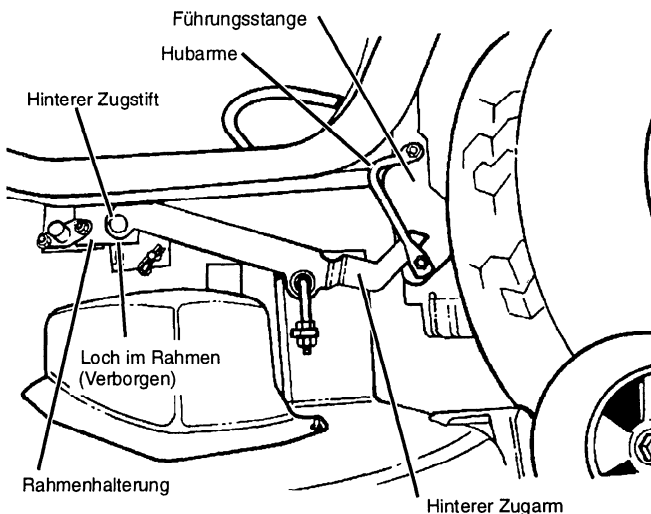

ABBILDUNG 7
- Gehäuse so positionieren, daß sich die hinteren Zugarme zwischen den goldfarbenen Führungsstangen und Hubarmen auf der Außenseite befinden (siehe Abbildung 7).
- Mähwerk anheben. 50 mm Blöcke unter die rechten und linken Hinterkanten des Gehäuses platzieren, damit die Löcher im Vorderteil der hinteren Zughalter mit den Löchern in der Rahmenhalterung ausgerichtet werden können (siehe Abbildung 7).